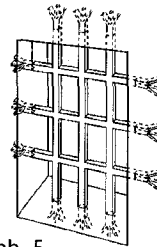

Abb. 5
– Vergitterung (s. Abb. 5)  ja  nein  wird angebracht